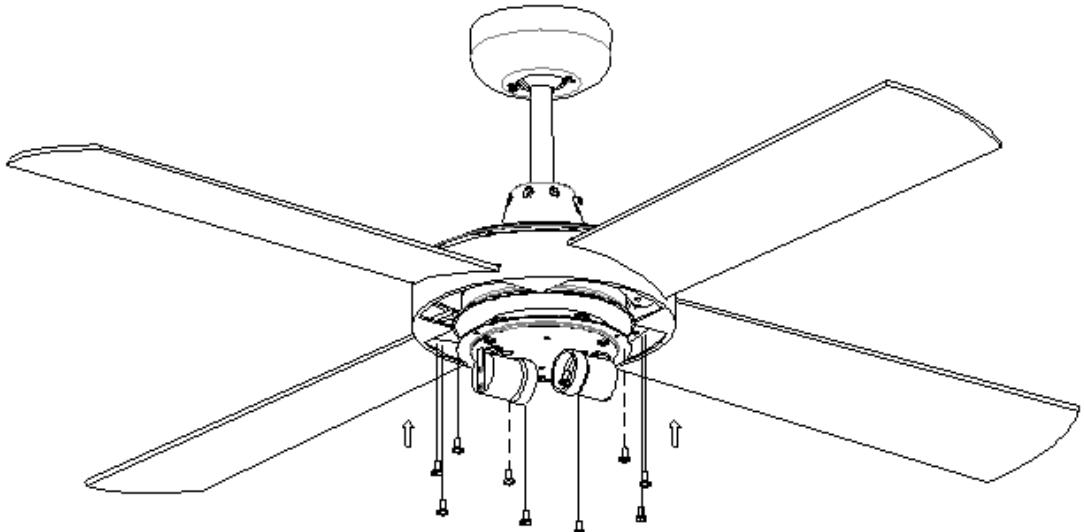

Abb. 6
5. Fixieren Sie die Flügelblätter mit 3 Flügelblattschrauben. Achten Sie dabei darauf, dass die 3 Flügelblattschrauben gleichzeitig angezogen werden, bevor sie fest eingedreht werden. Überdrehen Sie die Schrauben nicht, da die Flügelblätter dadurch beschädigt werden können. Wiederholen Sie den Vorgang für alle Flügelblätter. Abb. 6